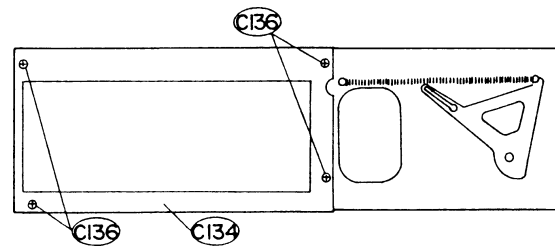

Fig. 3
- Schrauben **C136** (2 Schrauben bei MCD 36, 4 Schrauben bei MCD 40, Fig. 3) herausdrehen.
- Undo the screws **C136** (MCD 36: 2 screws, MCD 40: 4 screws, Fig. 3).